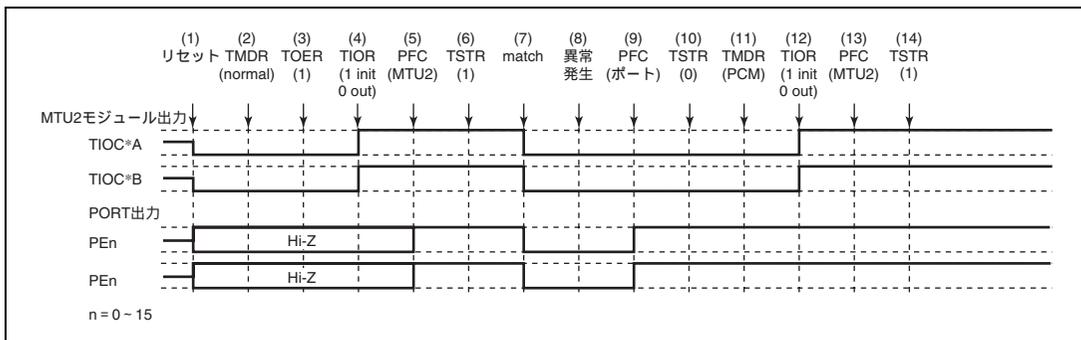

図 11.115 ノーマルモードで異常が発生し、ノーマルモードで復帰する場合
ノーマルモードで異常が発生し、再設定後ノーマルモードで再スタートする場合の説明図を図 11.115 に示します。
(1) ~ (10) は図 11.115 と共通です。
(11) PWM モード 1 を設定します。
(12) TIOR で端子を初期化してください (PWM モード 1 では TIOC\*B 側は初期化されません。初期化したい場合はノーマルモードで初期化した後、PWM モード 1 に遷移してください)。
(13) PFC で MTU2 出力としてください。
(14) TSTR で再スタートします。
(11) PWM モード 2 を設定します。
(12) TIOR で端子を初期化してください (PWM モード 2 では周期レジスタの端子は初期化されません。初期化したい場合にはノーマルモードで初期化した後 PWM モード 2 に遷移してください)。
(11) 位相計数モードを設定します。
(12) TIOR で端子を初期化してください。
(11) TIOR でノーマルモードの波形生成部を初期化してください。
(12) TIOR でノーマルモードの波形生成部の動作を禁止してください。
(13) TOER でチャンネル 3、4 の出力を禁止してください。
(14) TOCR で相補 PWM の出力レベルと周期出力の許可禁止を選択してください。
(15) 相補 PWM を設定します。
(16) TOER でチャンネル 3、4 の出力を許可してください。
(17) PFC で MTU2 出力としてください。
(18) TSTR で再スタートします。
- (1) ~ (13) は図 11.115 と共通です。
- (14) TOCR でリセット同期 PWM の出力レベルと周期出力の許可禁止を選択してください。
- (15) リセット同期 PWM を設定します。
- (16) TOER でチャンネル 3、4 の出力を許可してください。
- (17) PFC で MTU2 出力としてください。
- (18) TSTR で再スタートします。